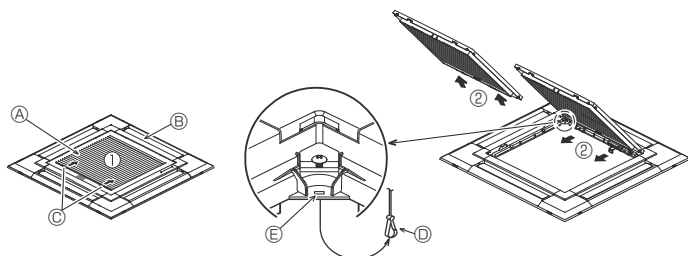
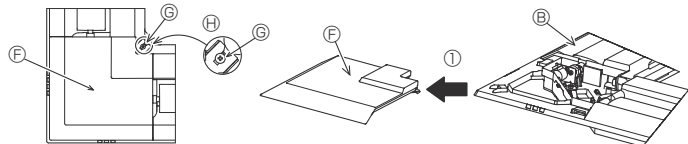

Fig. 9-3
Fig. 9-4
- Ⓒ Μετρητής εγκατάστασης ② (έχει εισαχθεί στην κύρια μονάδα)
9.2.1. Πώς αφαιρούνται οι γρίλιες εισόδου αέρα (Fig. 9-3)
• Σύρατε τους μοχλούς προς την κατεύθυνση που δείχνει το βέλος ① για να ανοίξετε τις γρίλιες εισόδου αέρα.
• Με τις γρίλιες εισόδου αέρα στη θέση "open" ("ανοιχτές"), βγάλτε τον αρθρωτό τους σύνδεσμο από τις γρίλιες όπως δείχνει το βέλος ②.
9.2.2. Πώς αφαιρείται το γωνιακό πλαίσιο (Fig. 9-4)
• Ξεσφίξτε τις 4 βίδες στη γωνία. Σύρατε το γωνιακό πλαίσιο στην κατεύθυνση του βέλους ① στην εικόνα και αφαιρέστε το γωνιακό πλαίσιο.
[Fig.9-3] [Fig.9-4]